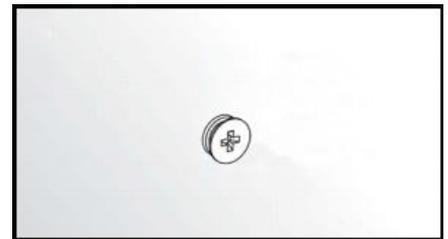

Abb. 3
- 2) Stecken Sie die Dübel in die Bohrlöcher (Abb. 3)